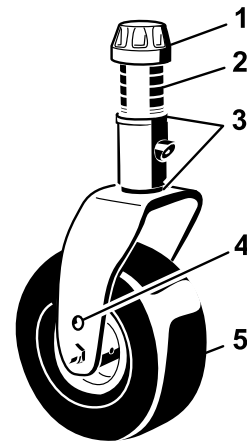

Figura 109
1. Retire el casquillo tensor del eje y deslice el eje fuera del brazo de la rueda giratoria (Figura 109).